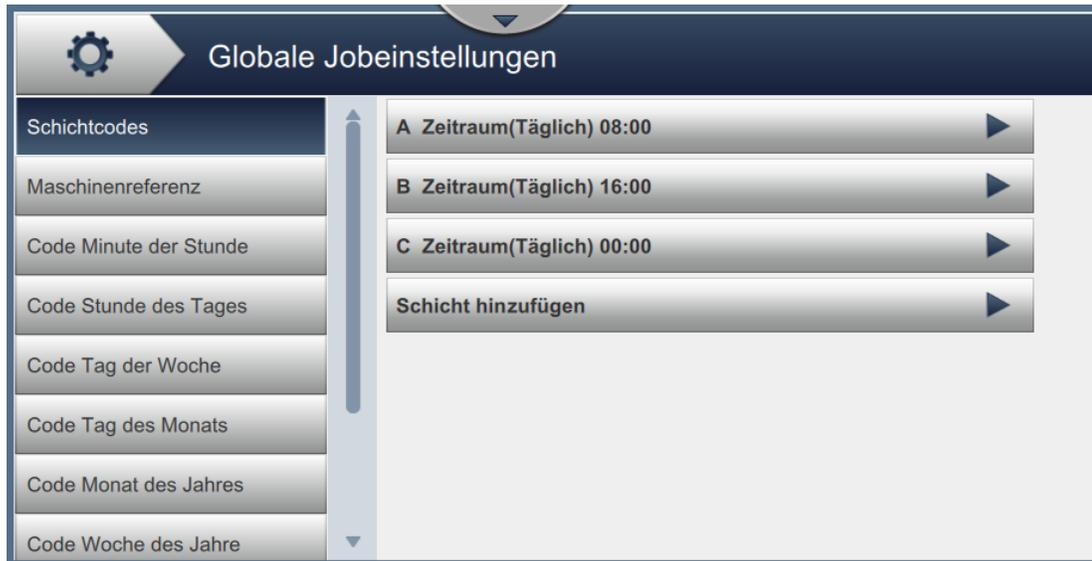

Abbildung 6-15: Globale Auftragseinstellungen.
1. Berühren Sie die Schaltfläche  auf dem Bildschirm „Tools“ („Werkzeuge“). Der Bildschirm „Globale Auftragseinstellungen“ erscheint, wie dargestellt in Abbildung 6-15.